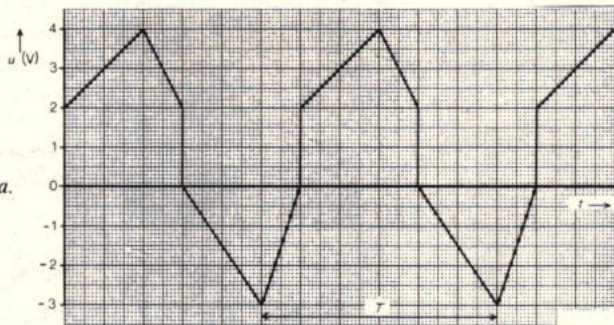

Fig. 23a.
7. In de schakeling van figuur 22 verloopt de spanning  $u$  volgens fig. 23a. Het produkt  $RC$  is groot ten opzichte van de periodetijd  $T$ . Teken het verloop van de spanningen  $u_R$  en  $u_C$  in de figuren 23b en 23c.